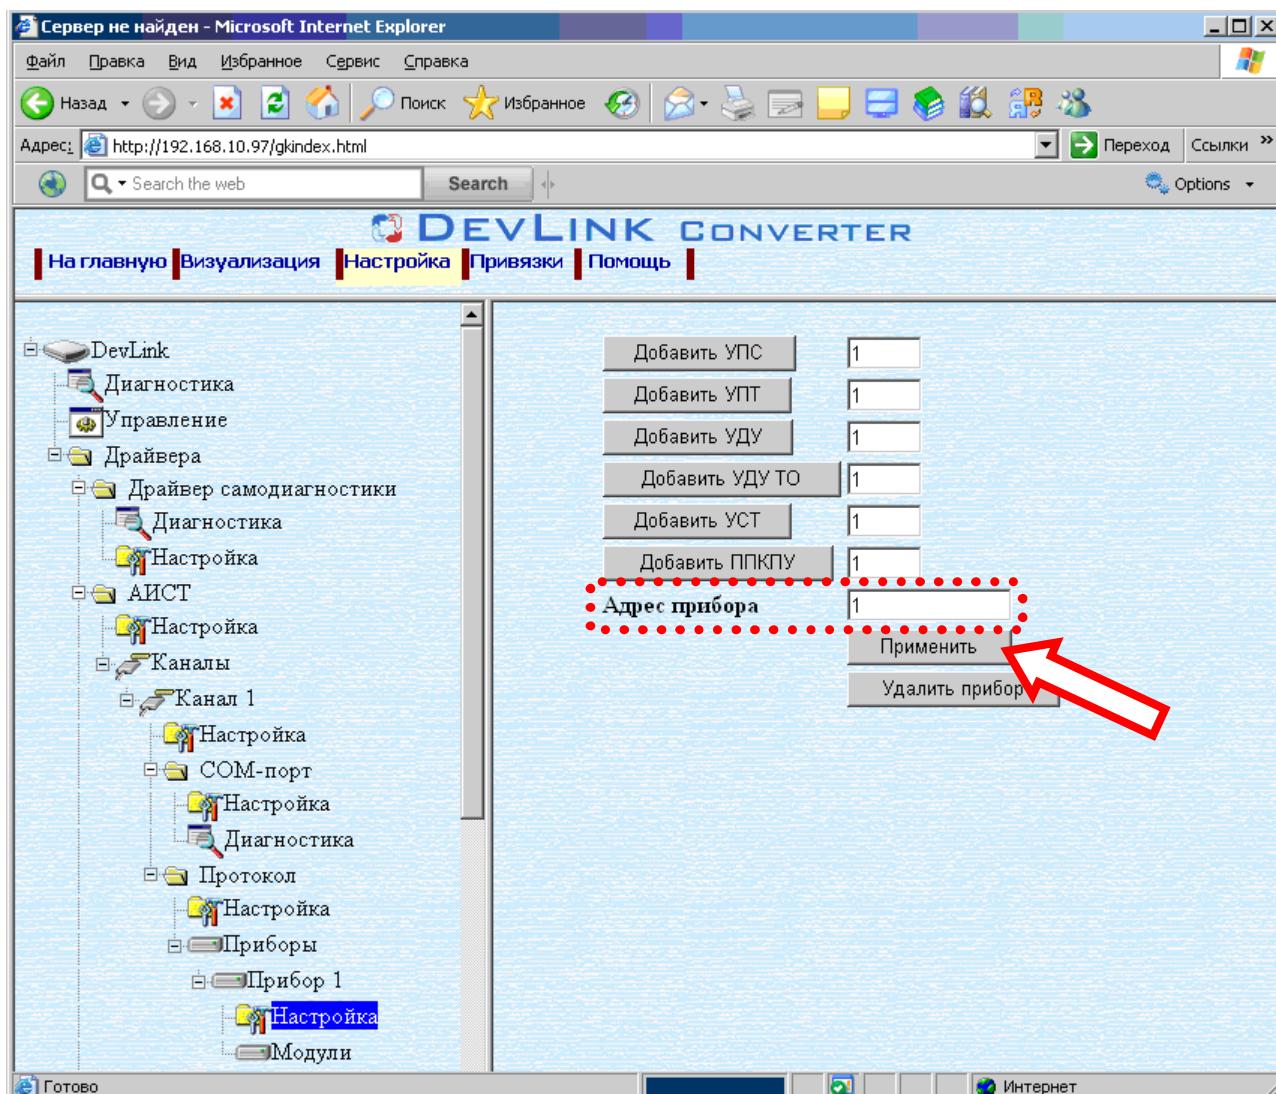

Рисунок 3.10 – Настройка прибора
- Выберите в дереве объектов *папку «Настройка» прибора* нужного канала драйвера (рисунок 3.10).
- Задайте необходимый *Адрес прибора* и нажмите кнопку «Применить» (рисунок 3.10).